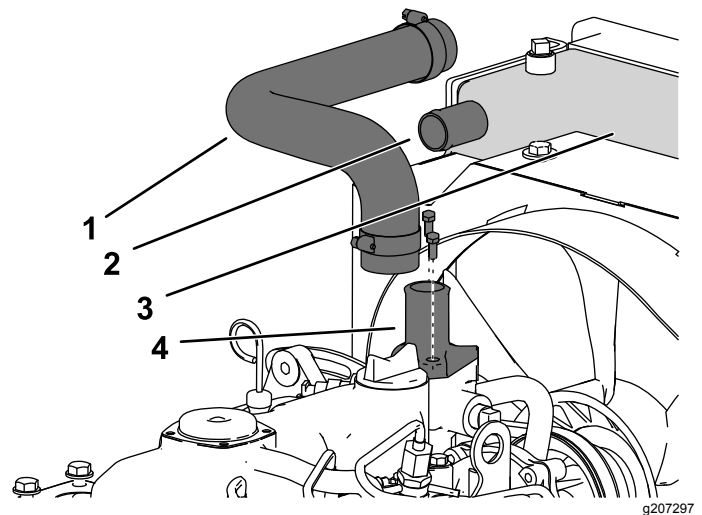

Bild 6
3. Lösen Sie die obere Schlauchklemme und nehmen den Schlauch vom Auslauf am Kühler ab (Bild 6).
6. Nehmen Sie den Kühlerschlauch von der Maschine ab (Bild 6).
7. Nehmen Sie die zwei Befestigungsschrauben vom Auslauf oben am Motor ab (Bild 6).